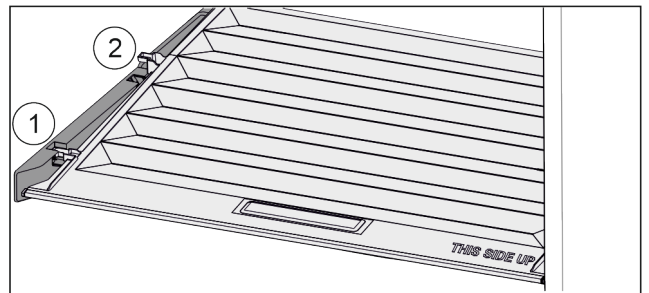

Fig. 161
- ▶ Deksel tot de opening in de vasthouddelen naar voren trekken Fig. 161 (1).
- ▶ Aan de achterkant vanaf de onderkant omhoog tillen en vanaf de bovenkant verwijderen Fig. 161 (2).